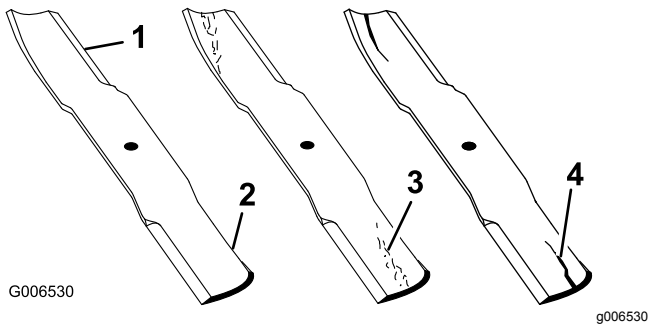

Bild 61
1. Untersuchen Sie die Schnittkanten (Bild 61).
4. Wenn Sie Risse, Verschleiß oder Rillenbildung in diesem Bereich feststellen, sollten Sie sofort ein neues Schnittmesser einbauen (Bild 61).